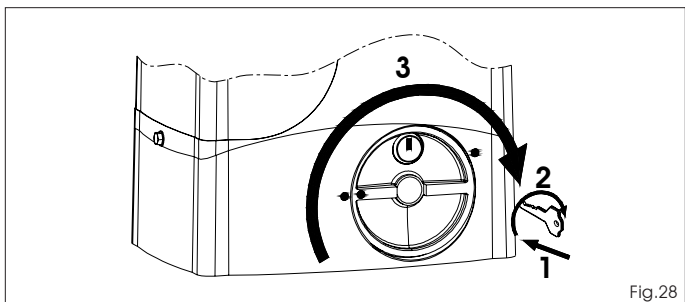

Fig.28
- 1) Inserire l'apposita chiave in dotazione e ruotarla in senso orario come indicato in Fig.28 rif.1 e 2.
- 2) Ruotare il sistema di sblocco in senso orario sino all'arresto meccanico, Fig.28 rif.3.